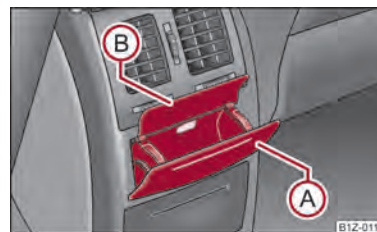

Fig. 72 Consola central alta: Cenicero trasero
- Presione la parte superior de la tapa del cenicero en la zona (A) ⇒ fig. 72.